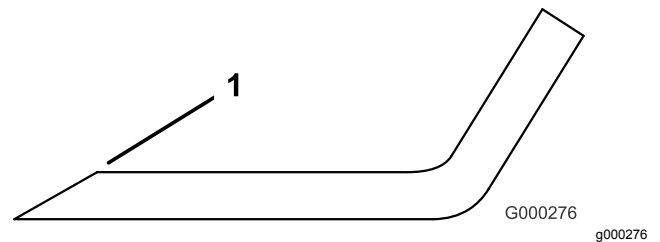

Figura 59
- Utilice una lima para afilar el filo de corte en ambos extremos de la cuchilla (Figura 59).